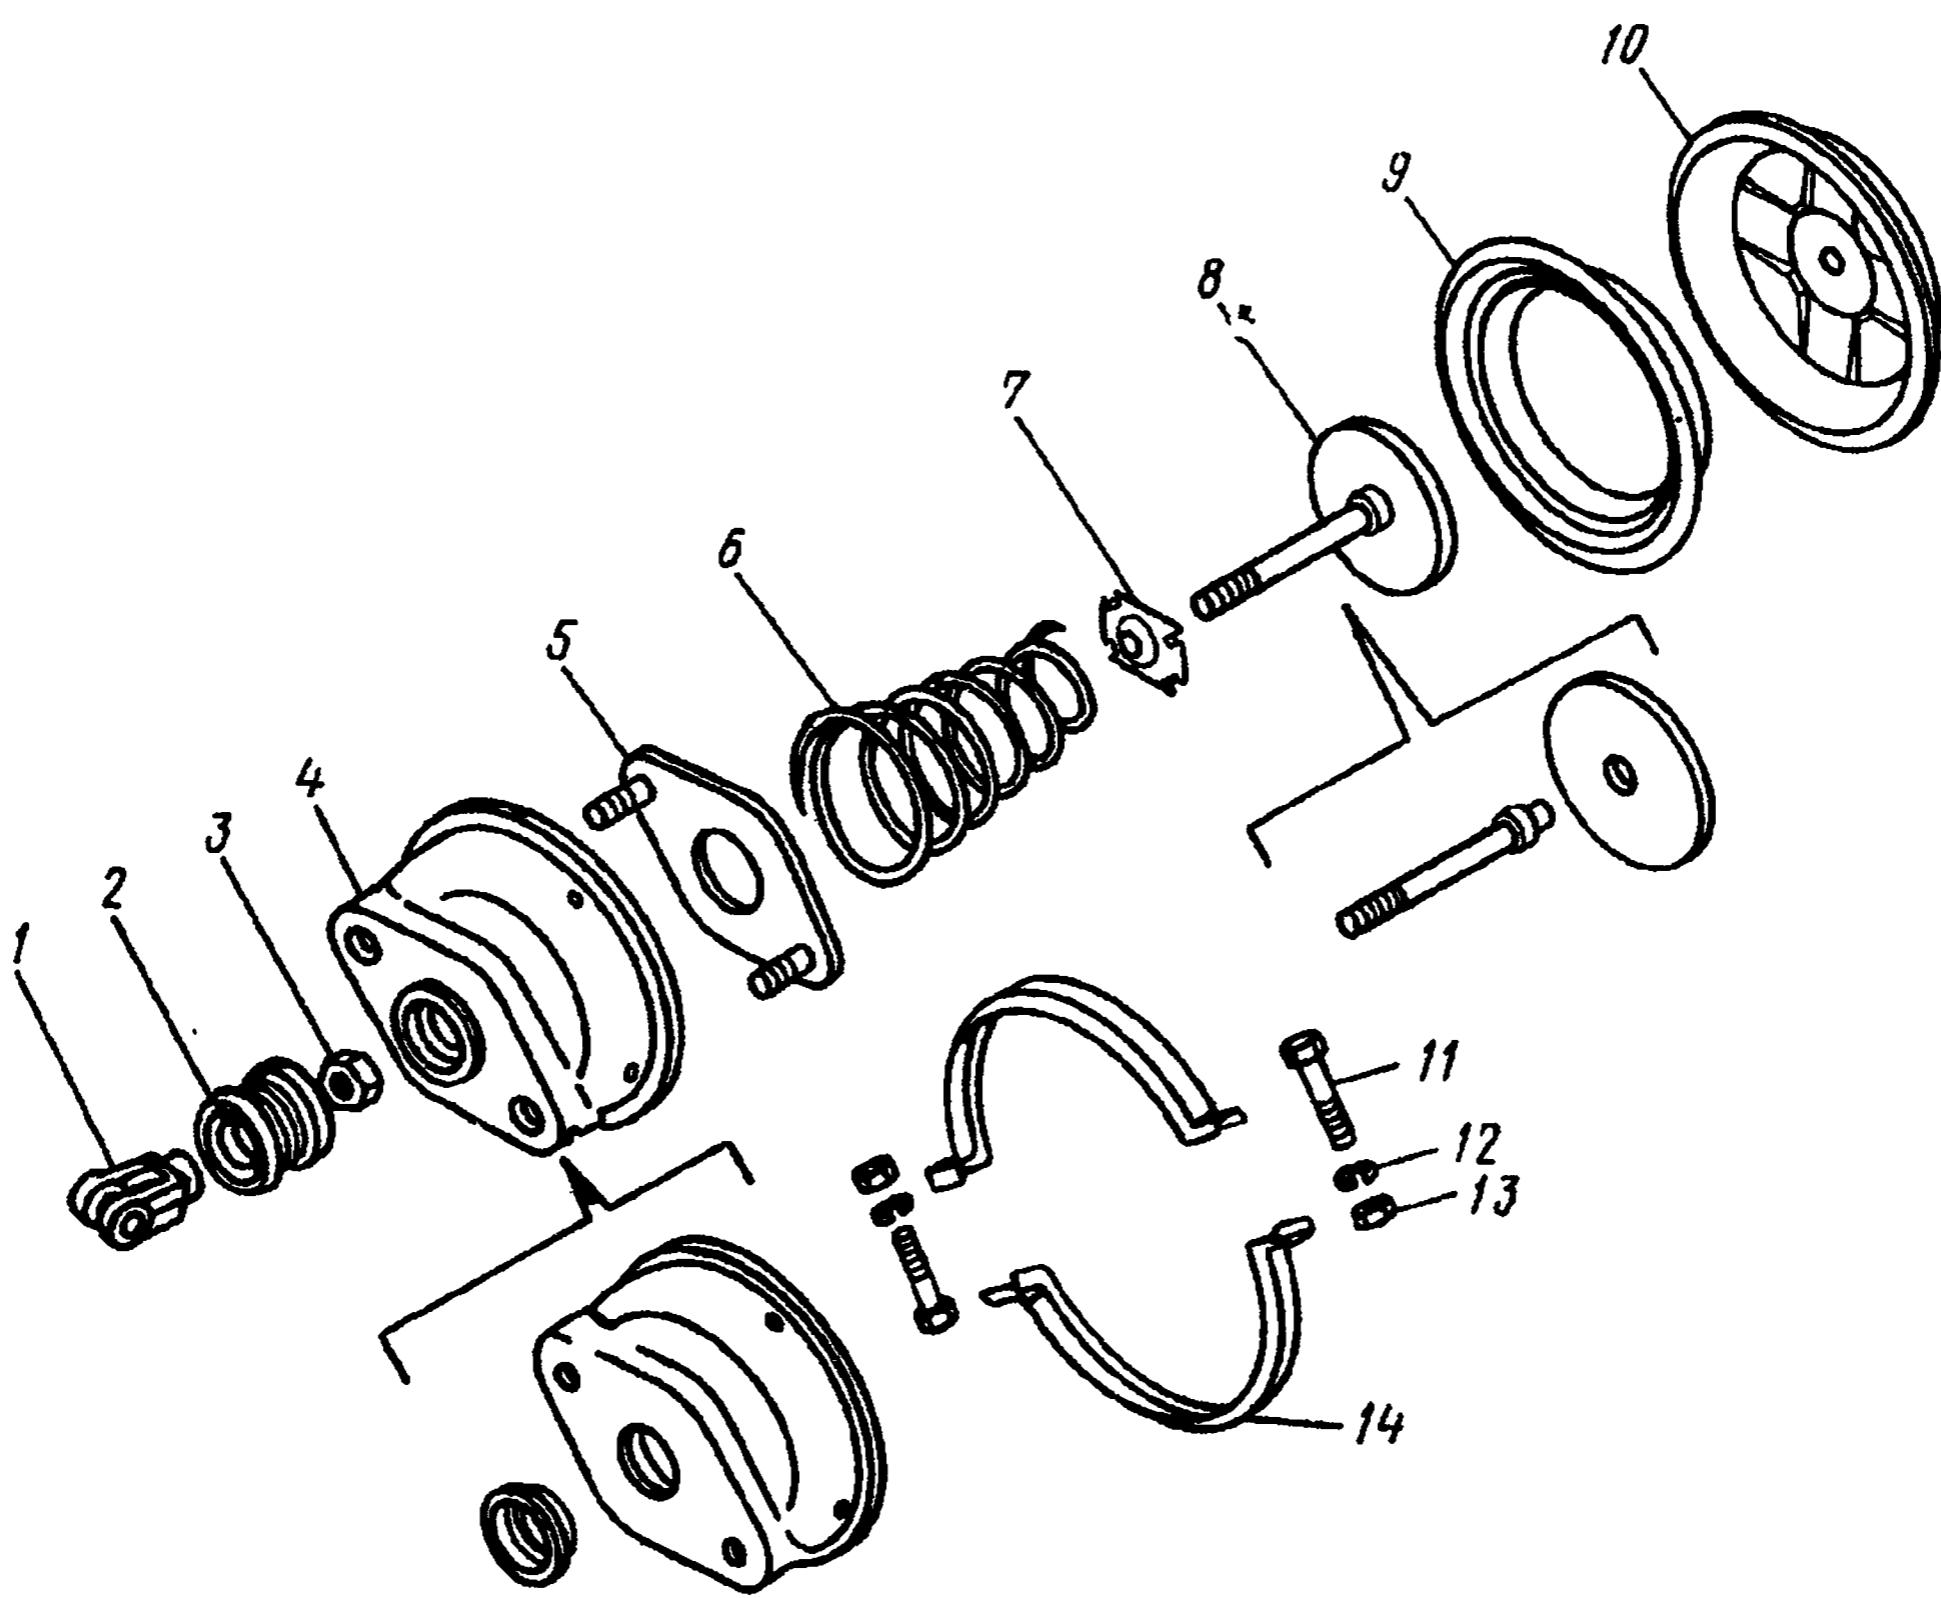

Рис. 333. Камера тормозная типа 24:
2. Снимите защитный чехол 2 (рис. 333)	Слесарный верстак, тиски Отвертка